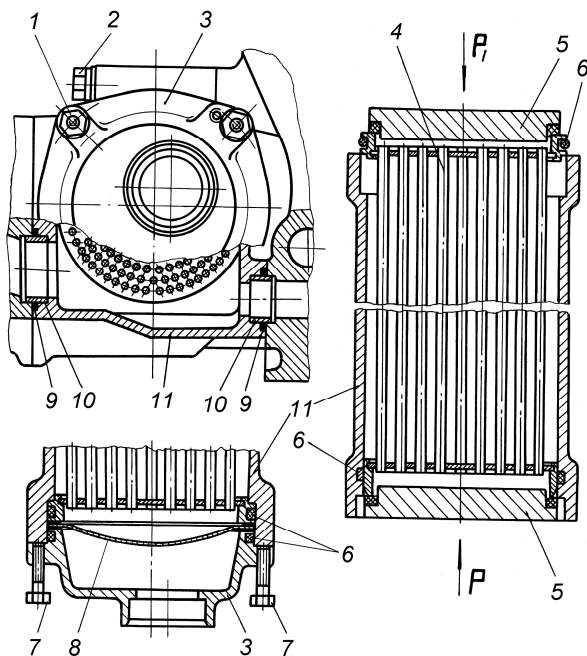

Рис. 11. Водомасляный радиатор:
3 Отвернуть болты 2 (рис. 11) крепления радиатора и снять его с двигателя.
1 Отвернуть гайки 1 (рис. 11) крепления обеих крышек 3 радиатора.
1 Заменить уплотнительные кольца 6 и 9 (рис. 11) на новые и установить на свои места, не допуская их повреждения и перекручивания,
- 1 При установке маслорадиатора обратить внимание на то, чтобы втулки 10 (рис. 11) уплотнительных колец 9 вошли в отверстия на блоке цилиндров без перекоса и закусывания.